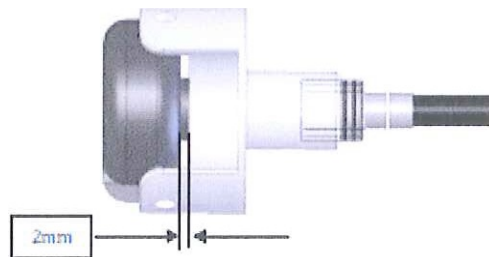

Fig. 26
Étape 3 : Vissez le support sur le raccord. (Fig. 26)